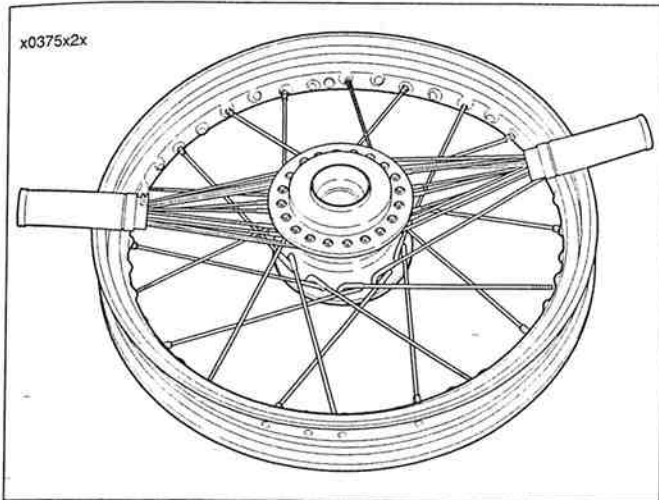

Figura 2-35. Rayo inicial – interior del reborde inferior
- a. Vea la Figura 2-35. Cada rayo interior (cabeza larga) cruza cuatro rayos exteriores (cabeza corta).